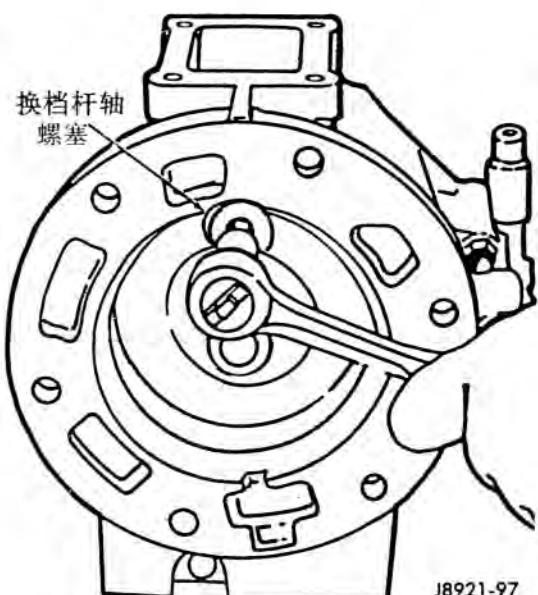

图 97 换档杆轴螺塞安装
(9) 安装和紧固换档杆轴螺塞，拧紧扭矩为 18 牛顿米 (13 磅英尺) (图 97)。